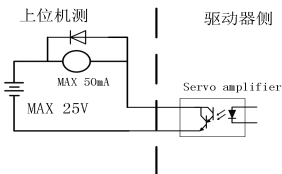
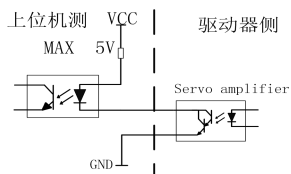

图 4-9-3A 开关量输出接口 类型 1: 继电器连接
图 4-9-3B 开关量输出接口 类型 2: 光电耦合器连接
开关量输出接口共有两种类型：(1) 类型 1：继电器连接；(2) 类型 2：光电耦合器连接。图 4-9-3A 和图 4-9-3B 是其原理图。